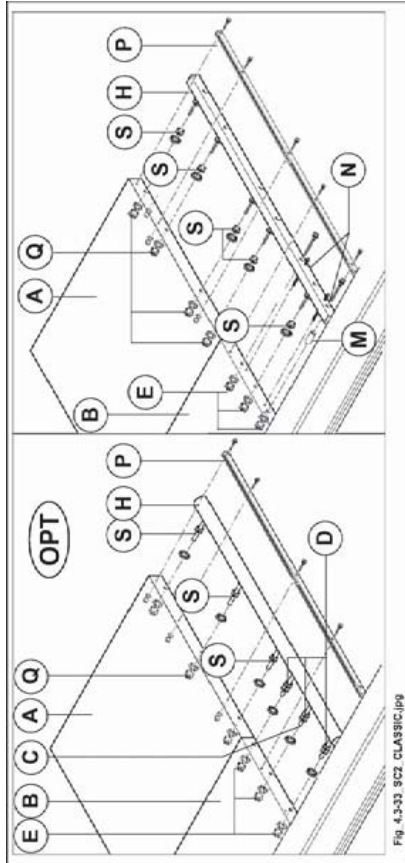

Abb. 4.3-33
die Muttern (D Abb. 4.3-33) nicht lockern, da sie von unseren Technikern für die richtige Positionierung der zylindrischen Führung eingestellt wurden.
- 2) Mutter (E Abb. 4.3-33) anziehen.
- 3) Die Muttern (S Abb.4.3-33) an der zusätzlichen Fläche (A Abb.4.3-33) von Hand anschrauben und achtgeben, daß die Führung (H Abb.4.3-33) dabei nicht verformt wird; abschließend die Muttern (Q Abb.4.3-33) festspannen.
- 4) Kontrollieren Sie, ob die Führung (H Abb.4.3-33) linear ausgerichtet ist und nehmen Sie, falls notwendig, die entsprechenden Einstellungen mit Hilfe der Muttern (S Abb.4.3-33) vor.
- 1) Den Schlauch (P Abb. 4.3-33-1) montieren und mit einem Probesschnitt prüfen, ob die Breite der Platte der Ablesung auf dem Schild (R Abb. 4.3-33-1) entspricht; falls die richtige Stellung eingestellt werden muss, lockert man die Befestigungsschrauben (T Abb. 4.3-33-1) und positioniert dem Schild (R Abb. 4.3-33-1) neu.